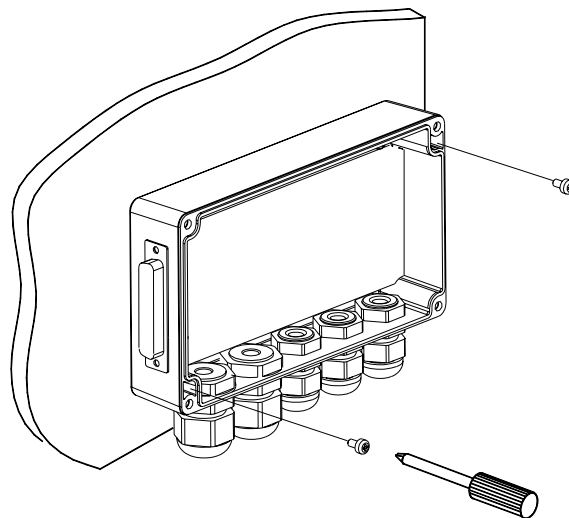

Abbildung 4 - Montage der C-BOX 300
Die C-BOX 300 Anschlusseinheit kann in verschiedenen Betriebspositionen installiert werden. Die C-BOX 300 wird mit zwei Schrauben durch die beiden Bohrungen in der Rückwand hindurch befestigt (Abbildung 4).
- 2) Richten Sie die C-BOX 300 aus und befestigen Sie die Anschlusseinheit mit zwei Schrauben an der Montagefläche (siehe Abbildung 4).